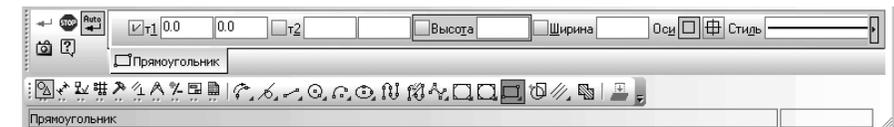

Рис. 8.140. Панель свойств: Прямоугольник, Компактная панель с нажатой кнопкой  **Прямоугольник** и строка сообщений
**Панель свойств: Прямоугольник, Компактная панель**, с нажатой кнопкой  **Прямоугольник**, и строка сообщений показаны на рис. 8.140.